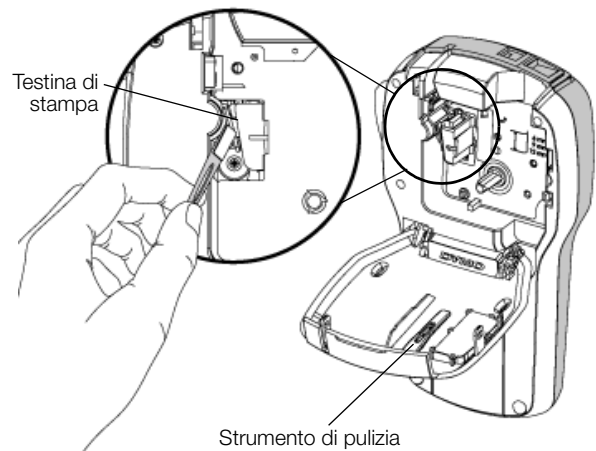

Figura 8
- 2 Rimuovere l'utensile di pulizia dall'interno del coperchio del comparto della cartuccia. Vedere la Figura 8.
- 3 Pulire delicatamente la testina di stampa con il lato morbido dell'utensile. Vedere la Figura 8.